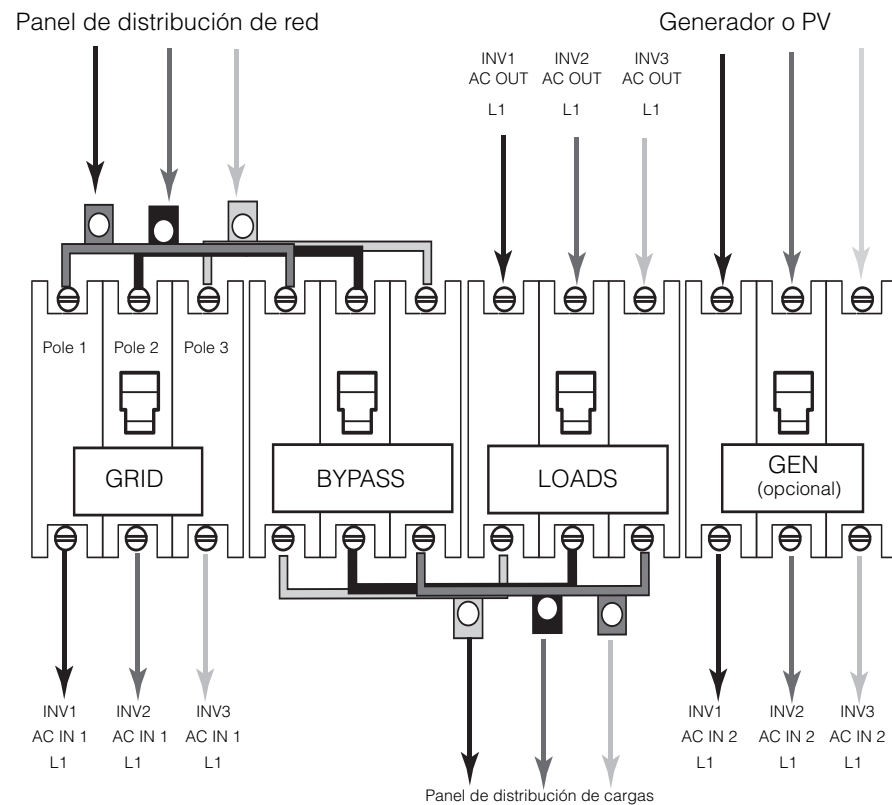

Figura 3-33 Cableado de CA trifásica en PDP
4. Conecte el cableado de CA como se muestra en Figura 3-33.